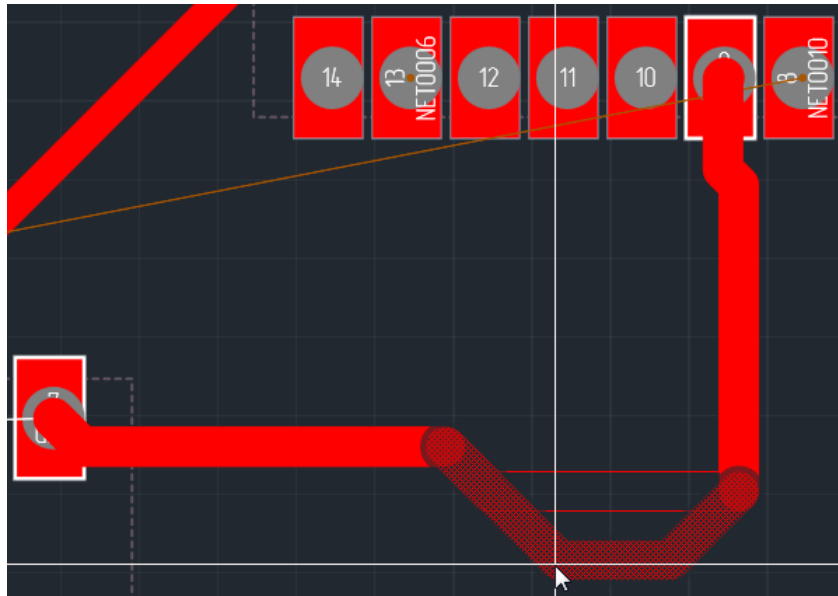

Рис. 228 Перемещение конечной точки сегмента
3. Нажать левую кнопку мыши, и, удерживая ее, переместить курсор. При этом выбранный сегмент и соседний с ним будут проложены заново. Новая часть трека будет прокладываться двумя «ключками» через точку, в которой установлен курсор, см. Рис. 228.